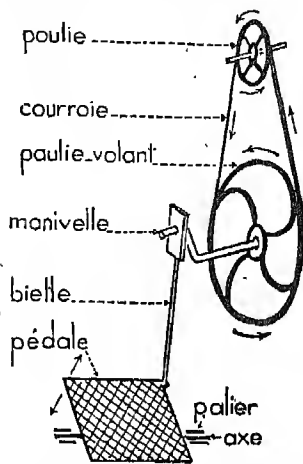

Fig. 1. — Transmission du mouvement dans une machine à coudre. Décrivez ce mécanisme et expliquez son fonctionnement.
b) La machine à coudre. — C'est la couturière qui fait office de moteur. Elle imprime à la pédale de la machine un mouvement de rotation alternatif (fig. 1).